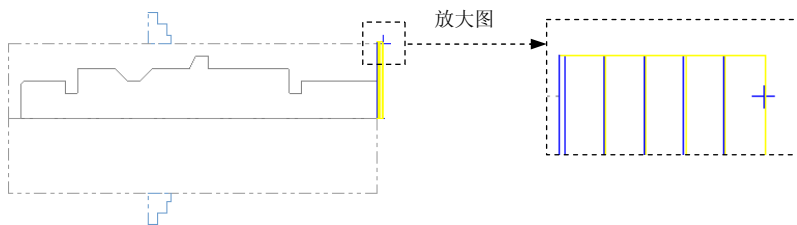

图 19.4 刀具路径
(1) 在“车床-车端面 属性”对话框中单击 **车端面参数** 选项卡，在 **Finish Z...** 文本框中输入 570.0。
(2) 在“车床-车端面 属性”对话框中选中 ☒ **Rough stepover:** 复选框，然后在 **Stock to leave:** 文本框中输入 0.2。
(3) 单击  按钮完成加工参数的设置，此时系统将自动生成图 19.4 所示的刀具路径。